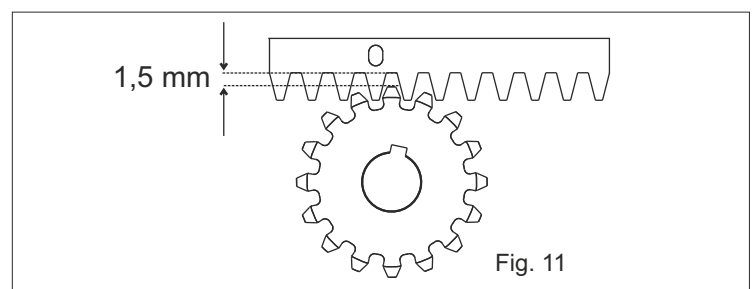

Fig. 11
5.6. Toda la cremallera va levantada de 1,5 mm para evitar que el peso de la cancela llegue hasta el piñon (Fig. 11), **Atencion:** mantener un juego de almenos 0,5 mm entre diente de pinon y diente de cremallera;